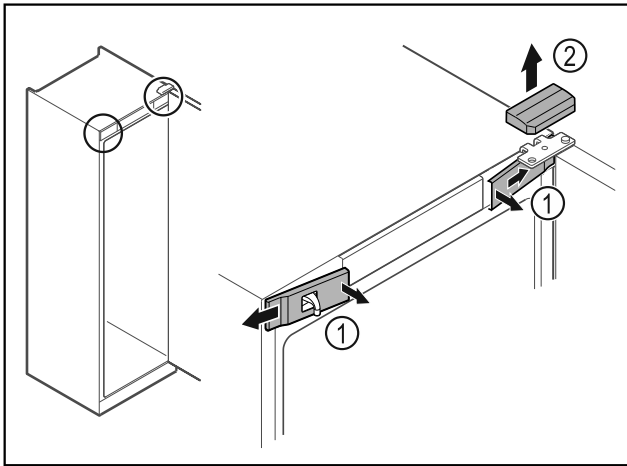

Fig. 2
- ▶ Pattintsa ki belül az elülső burkolatokat Fig. 2 (1), és tegye félre.
- ▶ Vegye le felfelé a felső burkolatot Fig. 2 (2).